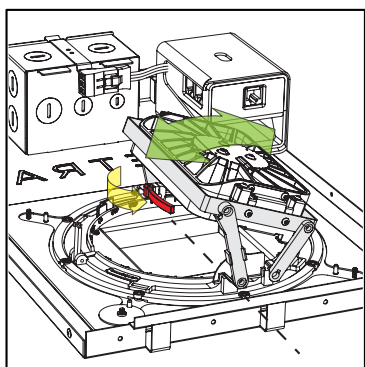

fig. 5
- c. Déverrouillez le verrou d'inclinaison en le tirant vers l'ouverture du luminaire. Le verrou d'inclinaison est le levier rouge horizontal situé à droite ou à gauche du châssis de l'émetteur (voir la fig. 5).